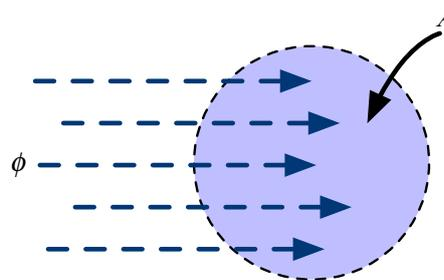

Figura 5 – Fluxo magnético (ϕ) em uma área A.
Por sua vez, o fluxo magnético (ϕ) é o conjunto de todas as linhas de campo que atingem perpendicularmente uma área. Tem como unidade o weber [Wb], sendo que 1 Weber corresponde a 1×10^8 linhas de campo. O fluxo magnético (ϕ) em um área (A) corresponde a densidade de fluxo magnético (B), conforme mostrado na Figura 5.